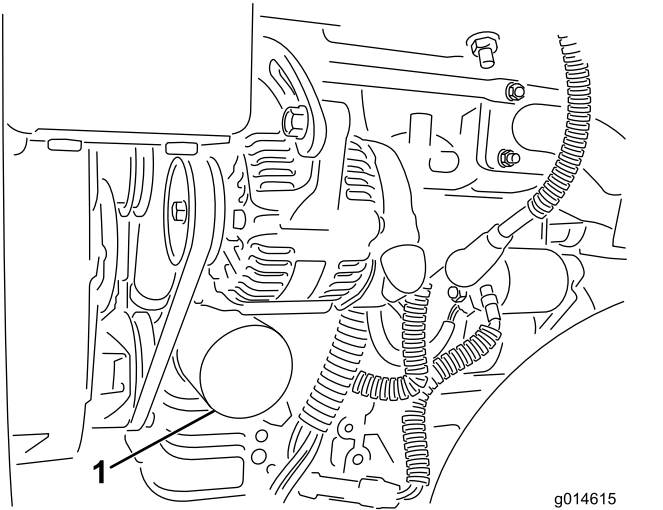

図 44
2. オイルフィルタ(図 44)を外す。新しいフィルタのガasketに薄くエンジンオイルを塗る。